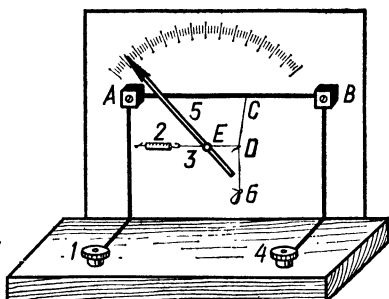

Рис. 162. Прибор для демонстрации теплового действия электрического тока.
3. Прибор для демонстрации теплового действия электрического тока (рис. 162). Основной частью прибора является никелиновая проволочка AB диаметром 0,1 мм. Прибор монтируют на деревянной вертикальной доске размером $250 \times 180 \times 20$ мм. Конец провода A закрепляют клеммой или шурупом, а конец B припаивают к винту клеммы. Длину провода AB можно регулировать, изменяя положение винта в гайке. Клеммы A и B соединяют проводами с клеммами 1 и 4. К середине провода AB прикрепляют тонкий провод, в точке D которого крепят тонкую шелковую нитку 3. Нитку соединяют со спиральной пружинкой 2, удерживающей шелковую нитку в натянутом положении. Стрелку прибора делают из длинной соломины, а основание — из плотной бумаги. Основание приклеивают к стеклянной трубочке длиной 0,8—1 см, диаметром 5—7 мм, надетой на штифт. Нитка надета на трубочку, которую для большего трения обклеивают бумагой. При пропускании электрического тока никелиновый провод нагревается и удлиняется. В это время провод опускается, и пружина, натянув нитку, повернет стрелку в сторону зажима B .